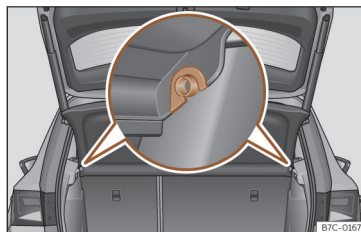

Fig. 159 Na bagageira: desmontar e montar a chapeleira.
- Desencaixe a chapeleira dos suportes laterais >>> **Fig. 159** puxando-a para cima e retire-a.
- Introduza a chapeleira horizontalmente fazendo coincidir a «fechadura» sobre o eixo dos suportes >>> **Fig. 159**, e pressione para baixo até que encaixe.